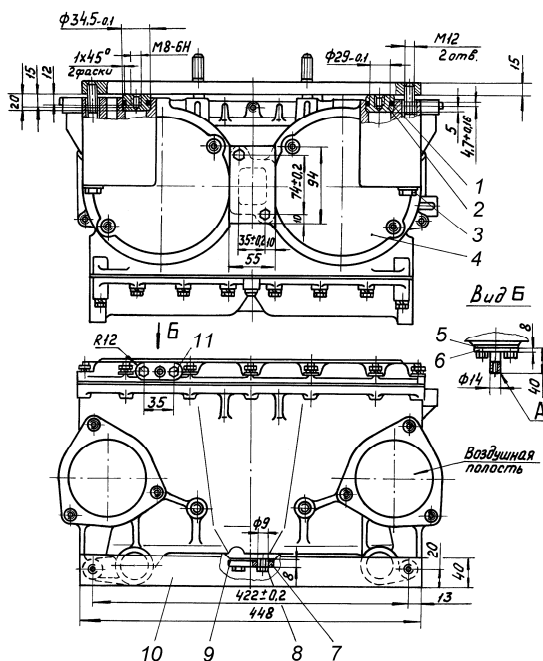

Рис. 16. Приспособление для проверки охладителя наддувочного воздуха на герметичность.
- 7 Проверить охладитель на герметичность со стороны охлаждающей жидкости, используя специальное приспособление (рис. 16). При этом внутрь корпуса